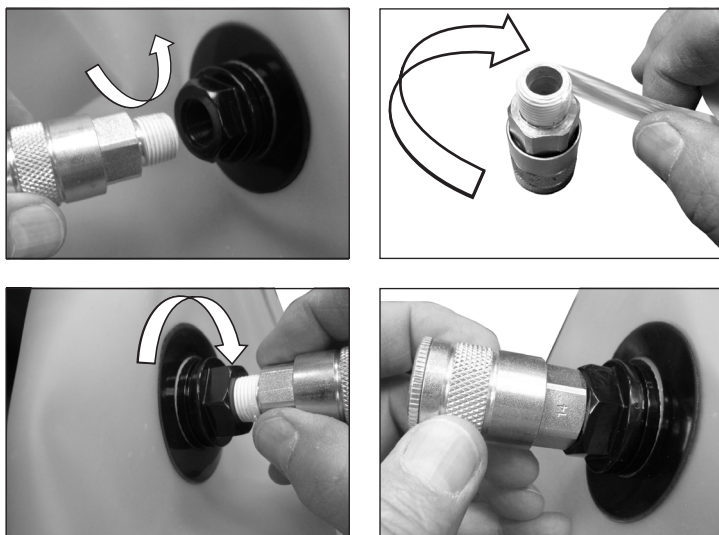

Figura 5.
5. Quite el acople de conexión rápida girándolo en el sentido contrario al de las manecillas del reloj con una llave de 7/8 in, al tiempo que sujeta el acople exterior del forro con una llave de 1 in. Aplique 2 capas de cinta de teflón alrededor de la rosca del acople de conexión rápida en el sentido de las manecillas del reloj. Instale el acople de conexión rápida en el forro nuevo girándolo en el sentido de las manecillas del reloj con una llave de 7/8 in, al tiempo que sujeta el acople exterior del forro con una llave de 1 in. El acople de conexión rápida debe apretarse hasta quedar ajustado contra el acople exterior del forro. **(Vea la Figura 5).**